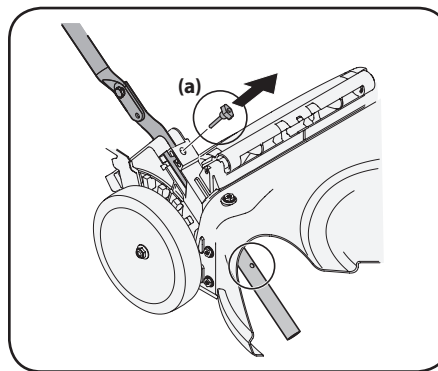
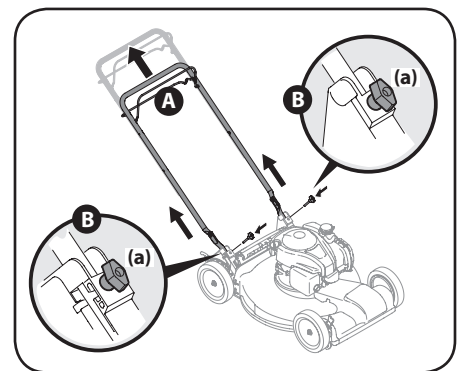

Figure 2-3
Figure 2-4
4. Retirez les boulons à tête en T (a) des supports du guidon, comme la Figure 2-3.
- a. Relevez le guidon inférieur (voir l'éclaté de la Figure 2-3) s'alignent avec les trous des supports du guidon. Voir la Figure 2-4.
- b. Insérez les boulons à tête en T, enlevés au paragraphe 1b, dans les supports du guidon et dans le guidon inférieur et serrez à fond pour maintenir le guidon en place. Voir la Figure 2-4.